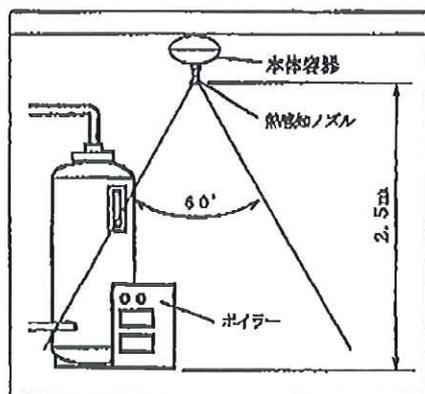
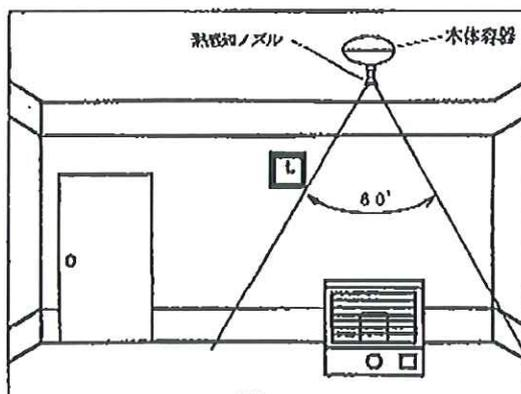

図1
図2
- 熱感知ノズルの取付高さは一般居室等の場合、防護面積2㎡または1㎡において床面より2.5mを基準としています。(図1参照)
- ◆ 消火薬剤は、ノズルから約60度の円錐状パターンで放射されます。(図1及び図2)